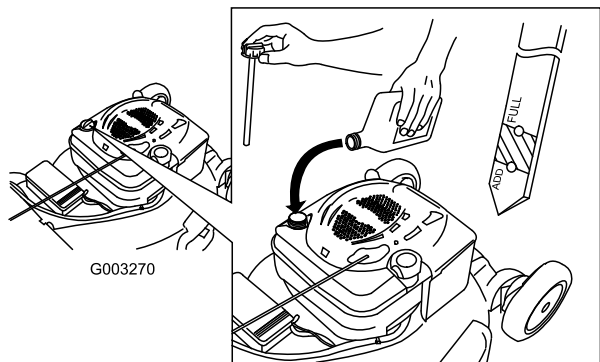

Figura 6
1. Retire la varilla (Figura 6).
2. Vierta **lentamente** aceite en el tubo de llenado hasta que el nivel llegue a la marca "Full" (lleno) de la varilla (Figura 6). **No llene demasiado.** (Capacidad máxima: 0,59 l (20 onzas), tipo: SAE 30, aceite detergente con clasificación de servicio API SF, SG, SH, SJ, SL o superior.)